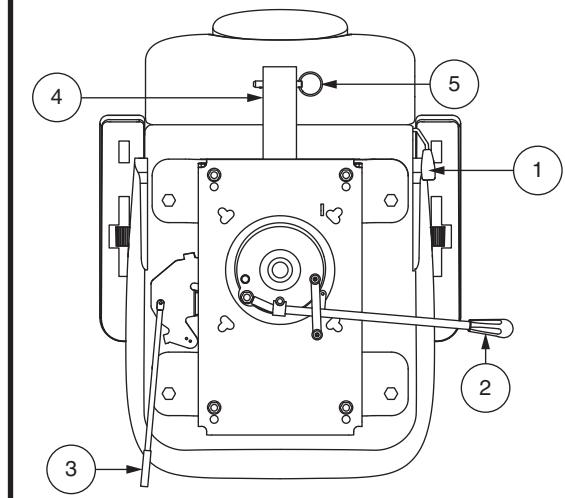

Figura 19. Regolazioni del sedile
Se il veicolo è dotato di uno schienale reclinabile, per regolare il sedile reclinabile del veicolo, osservare questi passaggi. **Vedere figura 19**
1. Tirare verso l'esterno la leva di scorrimento del sedile. **Vedere figura 19.**
1. Tirare verso l'esterno la leva scorrimento sedile (situata sul lato inferiore sinistro del sedile). **Vedere figura 19.**
L'inclinazione del bracciolo dello veicolo è regolabile verso il basso o verso l'alto ruotando regolazione del bracciolo. **Vedere figura 19.** Ruotare la regolazione del bracciolo verso sinistra per abbassare l'angolazione del bracciolo o verso destra per aumentare l'angolo del bracciolo.
La staffa accessoria montata posteriormente consente di collegare un accessorio personale come un cestino, un porta-deambulatore o una bombola di ossigeno alla parte posteriore dello veicolo. Utilizzare il perno di fermo per fissare saldamente l'oggetto alla staffa accessoria. **Vedere figura 19.** Per dettagli rivolgersi al fornitore autorizzato.
1. Inserire il gancio metallico del lato destro della cintura nella chiusura di plastica al lato opposto spingendo fino a sentire un "click" Vedere figura 19.